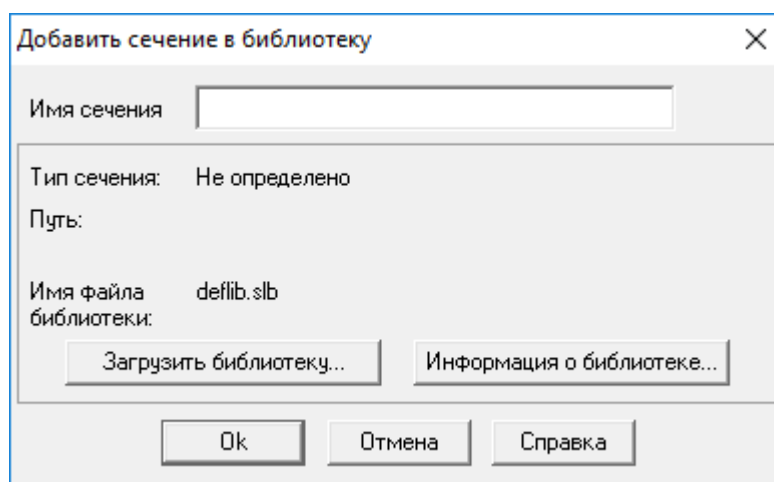

Рис. 2.6
3.1.3. Занесение нового сечения в библиотеку сечений. Созданное поперечное сечение нужно занести в библиотеку сечений. Переходим в соответствующий режим, для чего выбираем в меню «Библиотека» опцию «Добавить в библиотеку», после чего на экране появляется окно «Добавить сечение в библиотеку» (рис. 2.6). Затем нажимаем кнопку «Загрузить библиотеку...» и выбираем из открывшегося списка ту библиотеку, в которую необходимо занести созданное сечение (тем самым указываем путь к ней) – в рассматриваемом случае это библиотека **deflib.slb** – и записываем в поле «Имя сечения» название сечения, под которым оно будет добавлено в выбранную библиотеку. После нажатия кнопки «Ок» программа начинает расчет геометрических параметров сечения, по окончании которого это сечение будет добавлено в соответствующую библиотеку. Присвоение этого поперечного сечения элементам модели конструкции производится так, как описано далее в п. 3.2.